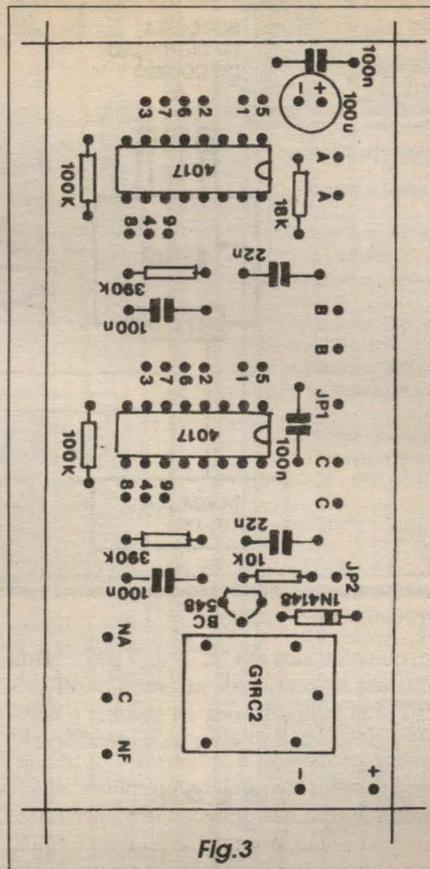
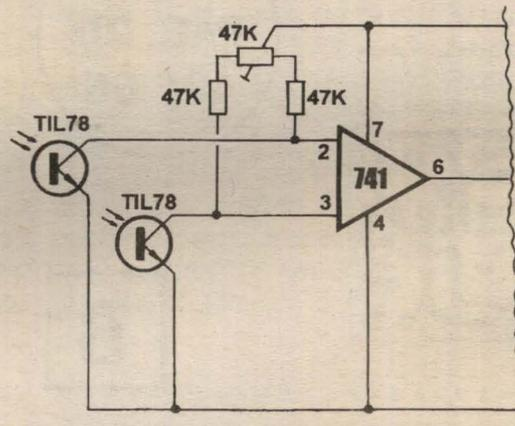

Fig.3
FIG. 1
- FIG. 3 - CHAPEADO DA MONTAGEM - O lado não cobreado da placa, com todos os componentes (menos os três push-butions) posicionados, merece uma análise mais cuidadosa nesta montagem, principalmente devido à presença de duas áreas de programação (a serem efetivadas através dos jumpers JP1 e JP2, conforme veremos mais adiante...), com o que - aparentemente - sobram muitas ilhas/furos sem ligação (isso faz parte do contexto lógico do circuito...). De qualquer modo, os cuidados de sempre com a orientação dos componentes polarizados (no caso os integrados, o transistor, o diodo e o capacitor eletrolítico...), devem ser tomados... Atenção, também, na correta leitura dos valores dos resistores e capacitores comuns (não polarizados...), para que nenhum seja colocado em lugar errado na placa... O relê também tem posição única e certa para ligação, porém como seus terminais assumem uma disposição especial, simplesmente não há como inseri-los erroneamente no impresso (será necessário alargar um pouco os furos correspondentes aos seus terminais - em comparação com os destinados à acomodação das pernas dos demais componentes - porque os pinos do relê são mais taludos...). Depois de inseridos e soldados todos os componentes, uma verificação final cuidadosa deve ser feita, conferindo-se cada peça, posição, valor, código, polaridade, etc., com o gabarito da figura... Se tudo estiver rigorosamente em ordem (inclusive a qualidade dos pontos de solda, pela face cobreada...), os excessos de terminais, pinos e pernas podem ser cortados, deixando a placa preparada para suas poucas conexões externas, e para a programação do desejado código...
Você, Ivo, é o típico leitor/hobbysta que acompanha APE, lutando com os mesmos problemas que o restante da turma enfrenta...! Conhecemos muito bem a vida, o dia-a-dia dos nossos amigos, mesmo porque todos aqui já foram (e todos ainda o são...) apaixonados (e financeiramente desprovidos...) hobbystas, juntando os trocadinhos para poder comprar as peças e realizar as montagens... Você pode fazer uma experiência de substituição dos LDRs originalmente indicados na montagem da PI-POMAZ, por foto-transístores tipo TIL78 ou equivalentes, seguindo as modificações mostradas no esqueminha da FIG. C (que se refere à FIG. 1 - PÁG. 5 - APE 67). Observar que além do cuidado de ligar corretamente os dois foto-transístores (uma vez que eles são polarizados, e os LDRs originais não...), terão que ser modificados os valores dos dois resistores fixos anexos (dos originais, 10K, para 47K...) e também do trim-pot de ajuste do equilíbrio (do original, 10K, também para 47K...). As alterações não exigirão nenhuma mudança no lay out da placa de circuito impresso do circuito (originalmente na FIG. 2 - PÁG. 6 - APE 67), e até mesmo o chaveado (original na FIG. 3 - PÁG. 6 - APE 67) poderá ser seguida à risca, considerando apenas a modificação dos valores dos três componentes indicados na FIG. C... Por uma questão de impedâncias e níveis, pode ser que o arranjo não fique tão sensível quanto o era o módulo original, com LDRs, mas acreditamos que deve ser possível adequar os ajustes (incluindo o de sensibilidade, via trim-pot de 220K original...) e as condições de luminosidade ambiente, de modo a proporcionar o correto funcionamento da PIPOQUEIRA